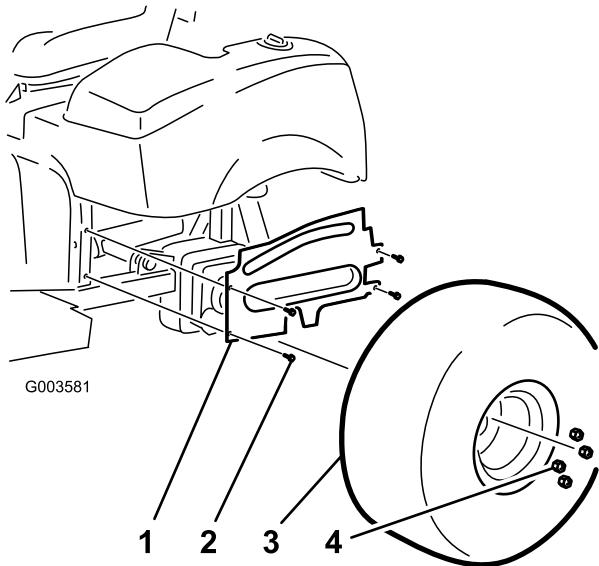

Figure 3
4. Enlevez les 4 boulons à embase qui fixent le carénage de la roue gauche au châssis (Figure 3). Enlevez le carénage et mettez-le de côté.